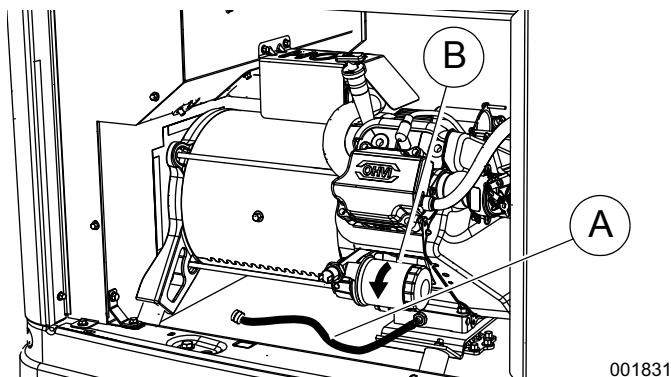
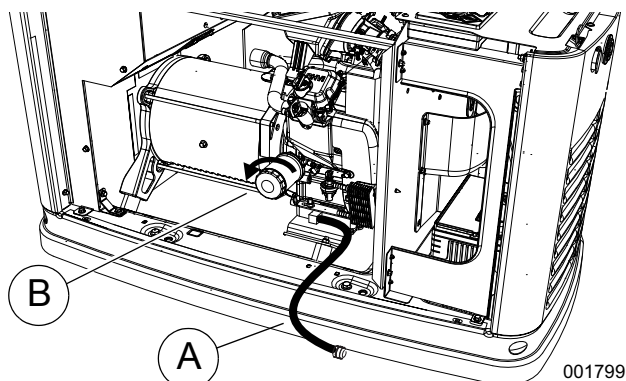

Figure 4-2. Emplacement du filtre à huile et du tuyau de vidange (9 kW)
Figure 4-3. Emplacement du filtre à huile et du tuyau de vidange (11 à 22 kW)
2. Voir la **Figure 4-2** ou la **Figure 4-3**. Quelques minutes après l'arrêt du moteur, lorsqu'il a légèrement refroidi, soulevez le couvercle et retirez le panneau avant. Dégagez le tuyau de vidange d'huile (A) en le libérant de sa pince de fixation. Retirez le bouchon du tuyau et vidangez l'huile dans un récipient approprié.